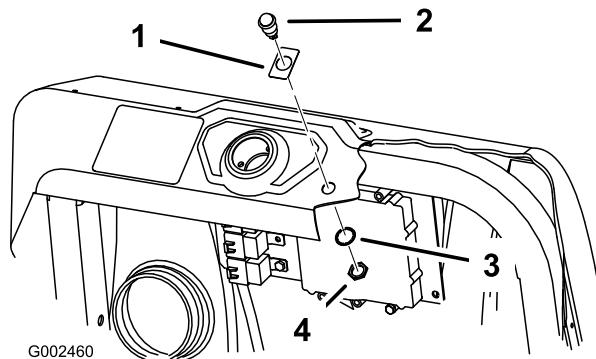
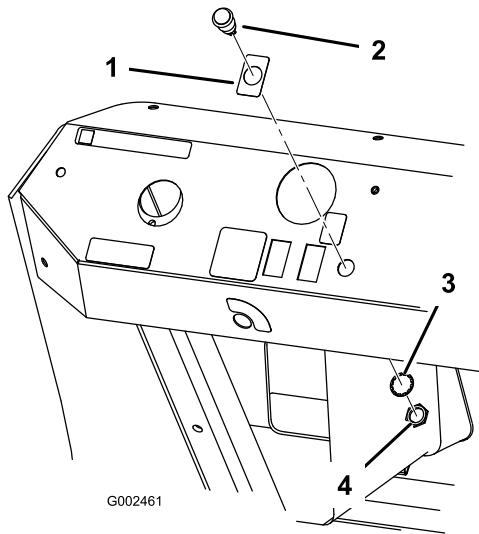

Bild 12
Bild 13
- Kleben Sie das Schild 94-8582 über das Lampenloch im Armaturenbrett (Bild 12 für den Multi Pro 1200 und 1250 und Bild 13 für den Multi Pro 5600 und 5700).
3. Setzen Sie die Lampe in das Armaturenbrett ein und befestigen sie mit der Scheibe und Mutter (Bild 12 oder Bild 13).